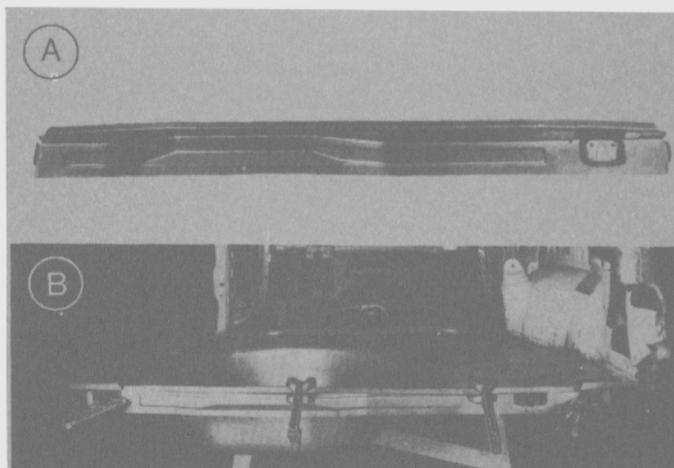

Fig. 310
- Sujetar el travesaño al panel del piso del baúl con unas pinzas (Fig. 310).